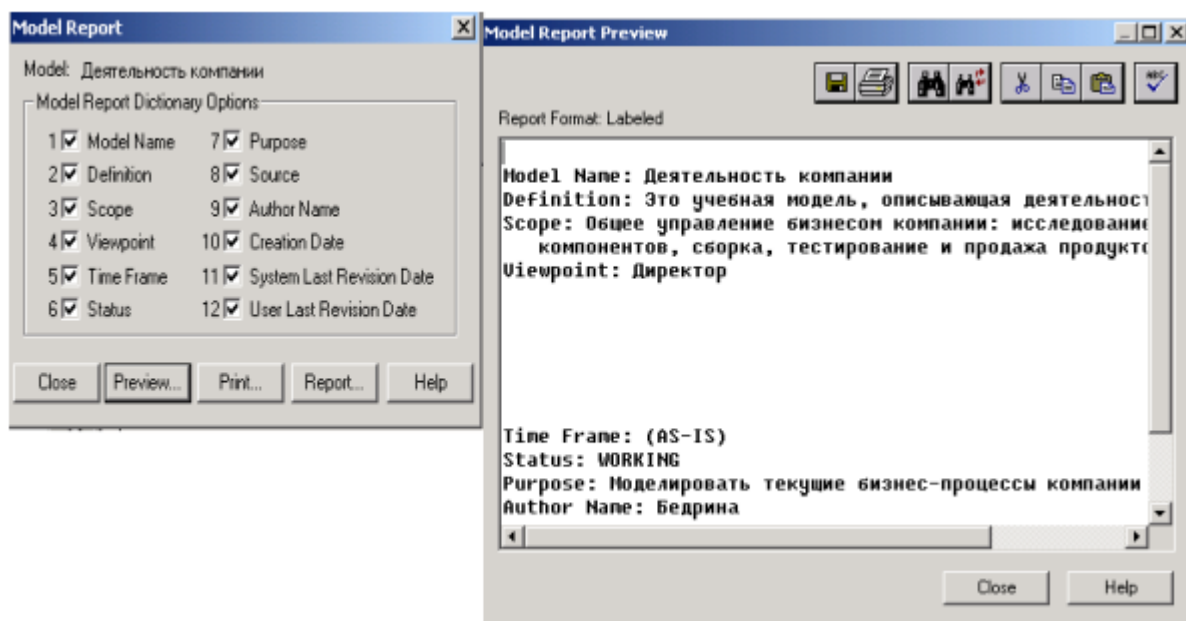

Рисунок 2-Отчет Model Report
14. Создайте отчет по модели. Меню Tools/Reports/Model Report (рисунок 2)